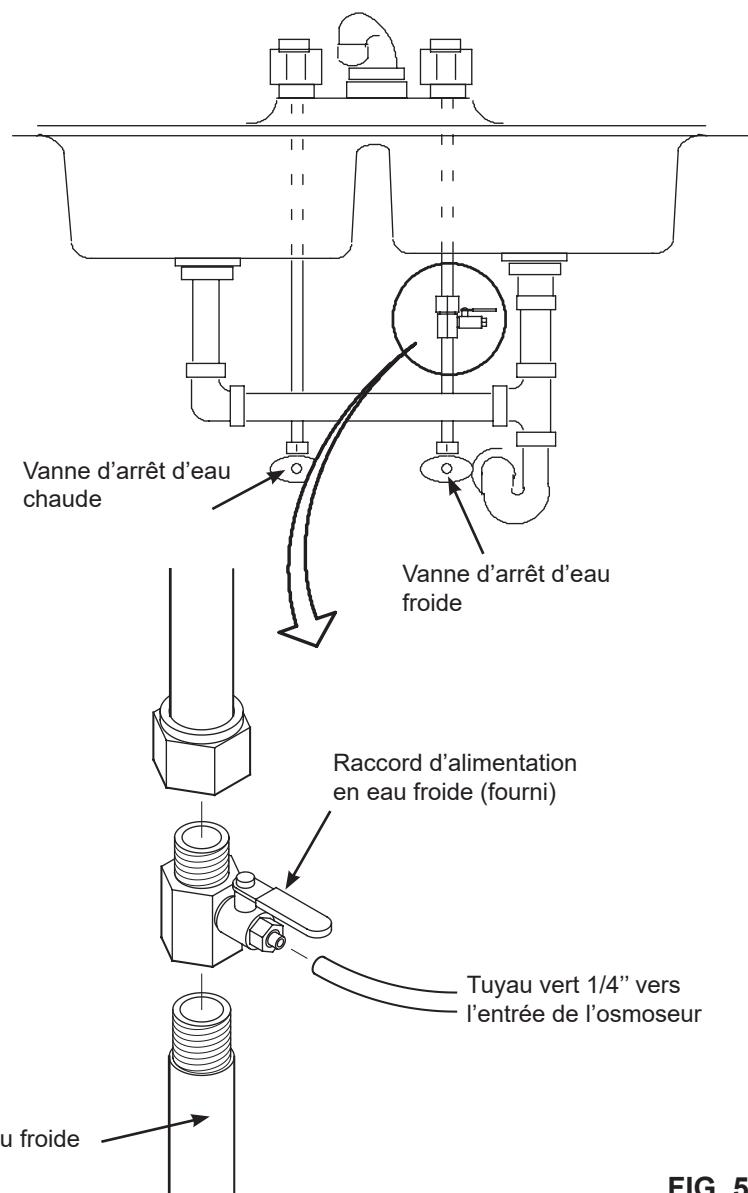

FIG. 5
1. Avant de commencer, fermez les robinets d'arrivée d'eau froide et d'eau chaude (cf Figure 5).
Le raccord doit comporté un connection 1/4"(6.35 mm) au tuyau de l'osmoseur, cf figure 20. Une installation type, avec des raccords de plomberie standards est illustrée en Figure 5.
**IMPORTANT:** Avant de commencer, fermez les robinets d'arrivée d'eau froide et d'eau chaude (cf Figure 5). Utilisez un seau pour récupérer l'eau lorsque vous dévissez les tuyaux.
En accord avec les normes de plomberie, installez un raccord sur le tuyau d'arrivée d'eau froide pour insérer ensuite un tuyau en 1/4" (6.35 mm). Une connection type est illustrée en Figure 5. Vous pouvez utiliser des raccords en soudure ou filetés. Si vous utilisez des raccords filetés, assurez-vous d'utiliser des joints de tuyaux ou du Teflon sur le filetage extérieur.